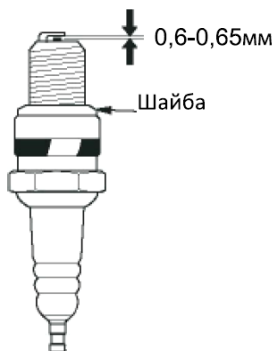

Рис. 12
4. Измерьте зазор между электродами свечи специальным щупом. Зазор должен быть 0,6-0,65 мм. (Рис.12) При увеличении или уменьшении требуемого зазора рекомендуется заменить свечу, так как регулировка зазора может привести к изменению качества искрообразования.